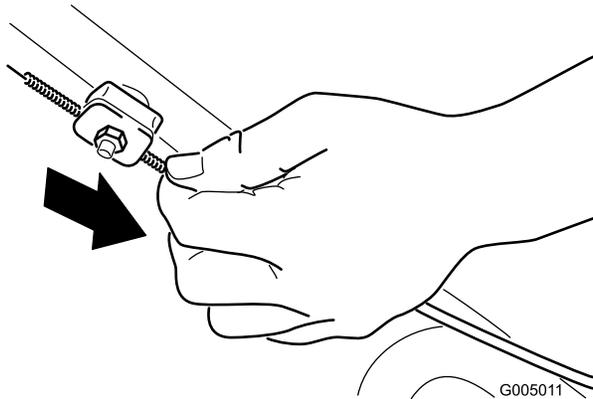

Figura 24
2. Tire hacia abajo de la cubierta del cable (hacia la máquina) hasta eliminar la holgura en el cable (Figura 24).